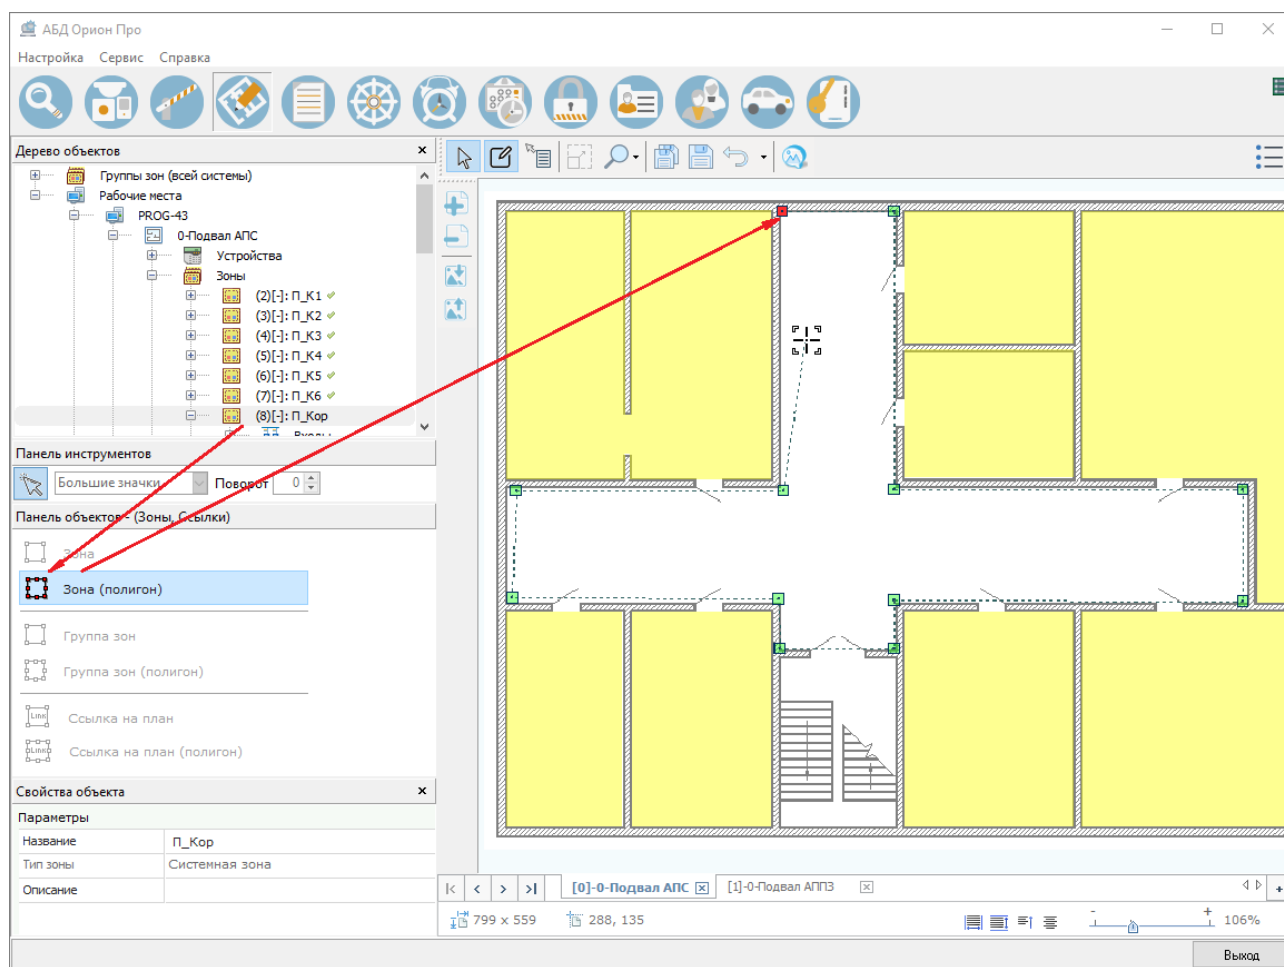

Рисунок 6-611 Визуализация объекта "Зона" при помощи полигона
- б) если в панели визуализации объектов «Зоны, Ссылки» выбран вариант вида , то щелкните левой клавишей мыши в том месте области рисования, где должна находиться одна из опорных точек размещаемого на плане полигона. Далее поочередно щелкайте левой клавишей мыши в тех местах области рисования, где должны располагаться другие опорные точки полигона (см. Рисунок 6-611).